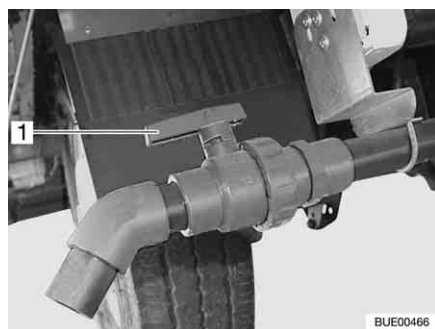

Fig. 207 Rubinetto di scarico
- Girare la maniglia (Fig. 207,1) del rubinetto di scarico nella direzione di scorrimento.